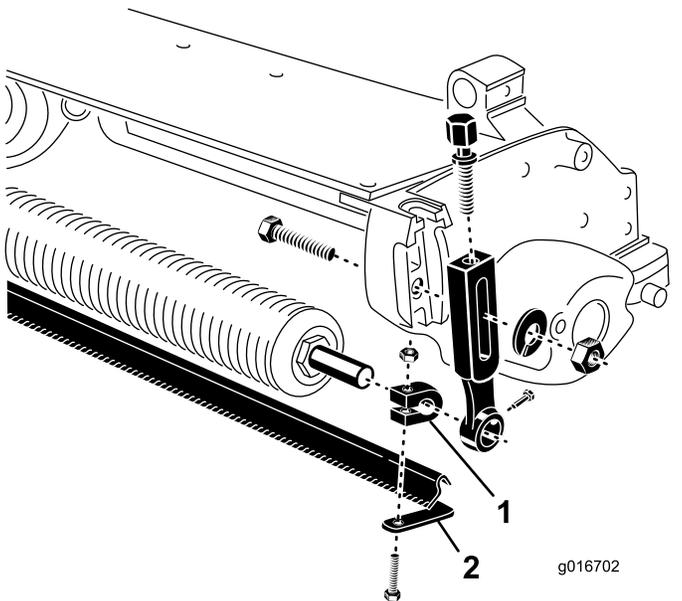

図 2
5. 各クランプにキャリッジボルトとナットを仮止めする 図 2。締めつけないこと。
6. ローラシャフトの左右端部にシャフトクランプを通す 図 2。
9. 図 2 に示すように、前ローラとカッティングユニットとの間にブラシを入れる。